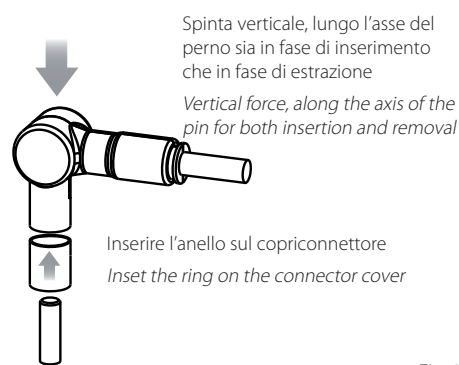

Fig. 3
8. inserire l'anello sul copri connettore (vedi fig.3);
8. inset the ring on the connector cover (see fig. 3);